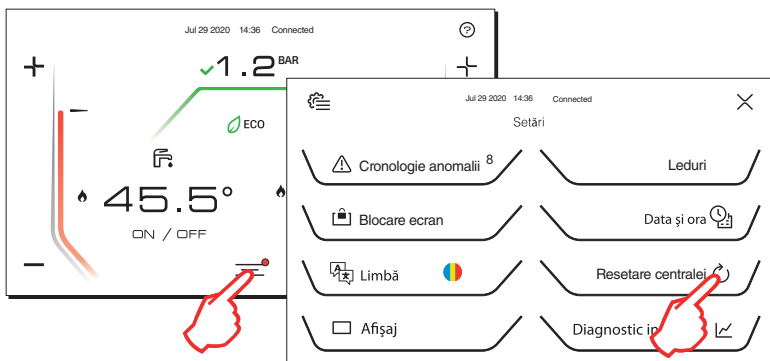

fig. 34
- 2 - Tocando el icono del menú principal y a continuación [Reset Caldaia] cuando se abre una pantalla similar a la ilustrada en fig. 34 (icono del menú principal con punto rojo).